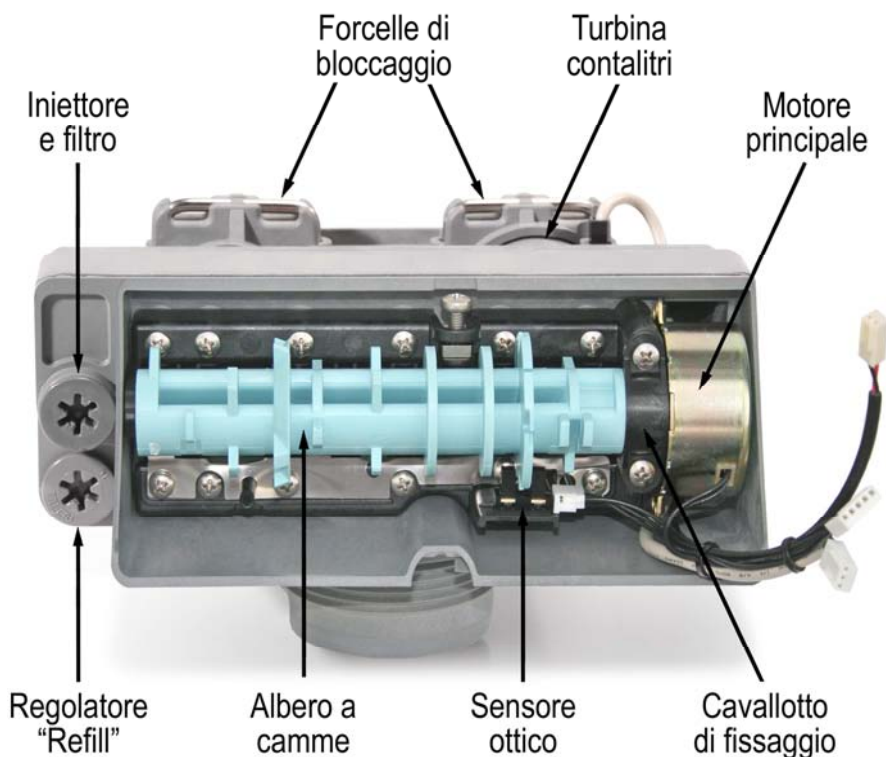

Figura 11: vista componenti principali valvola centralizzata.
Il motore principale (vedi figura 11 di pagina 39) riceve i comandi dal timer elettronico e grazie ad un particolare perno in acciaio di cui è dotato, si innesta ad un lato dell'albero a camme per farlo muovere (ruotare). L'albero a camme e il motore principale sono a loro volta fissati al corpo valvola tramite un cavallotto in plastica e viti in acciaio.
L'albero a camme (vedi figura 11 di pagina 39) ha diversi lobi che aprono i clapets della valvola durante la rotazione. Questa rotazione viene comandata dal motore principale innestato su un lato dell'albero a camme e controllato dal timer elettronico tramite un sensore ottico montato sulla piastra inferiore del corpo valvola, che ha la funzione di "leggere" le varie scanalature dell'albero a camme durante la rotazione. La scanalatura più larga è la posizione iniziale e quelle rimanenti sono posizionate per segnalare i cicli di rigenerazione.
Il sensore ottico (vedi figura 11 di pagina 39) è montato sulla piastra superiore del corpo valvola, sotto l'albero a camme. L'albero a camme ruota attraverso il sensore ottico e grazie ad esso vengono rilevate le scanalature. Un segnale viene inviato al timer per ciascuna scanalatura rilevata.
Ispezionare e pulire il serbatoio del sale e l’iniettore “Venturi” completo di filtro della salamoia (vedi figura 11 di pagina 39), almeno una volta all’anno o quando appaiono tracce di sporco e sedimenti sul fondo e sulle pareti del serbatoio del sale.
Se il tino della salamoia non si sta riempiendo in maniera corretta (troppa o troppo poca acqua), il regolatore del flusso di riempimento (vedi figura 11 di pagina 39) potrebbe essere sporco e quindi deve essere ispezionato e pulito.
4. Usando un cacciavite a lama piatta e larga, svitare e rimuovere il regolatore di flusso “Refill” (vedi figura 11 di pagina 39).
Il contatore di litri elettronico (vedi figura 11 di pagina 39) utilizzato in questo tipo di addolcitori è estremamente affidabile e normalmente non richiede nessun intervento di manutenzione programmata. In rare occasioni l'ingranaggio della turbina può raccogliere piccole particelle di ferro ossidato, non permettendo alla turbina di girare e quindi, solo in quel caso, deve essere effettuata un'operazione di pulizia per rimuovere eventuali detriti.